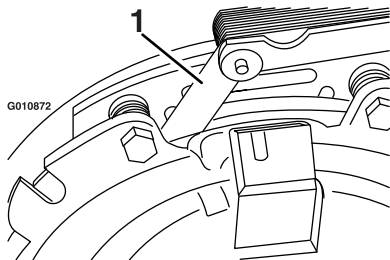
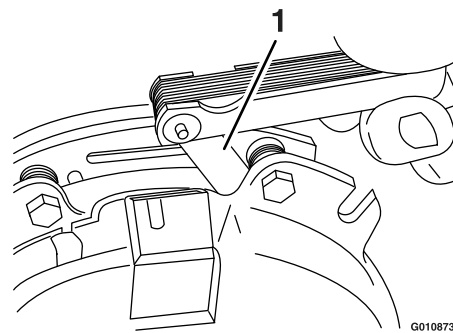

Figure 91
Figure 92
- E. A l'aide d'une jauge d'épaisseur de 0,25 mm (0,01 po), vérifiez qu'il existe un entrefer entre le rotor et la face de l'induit, de chaque côté du pôle de frein, comme montré à la Figure 91 et la Figure 92.